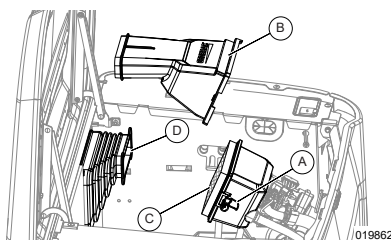
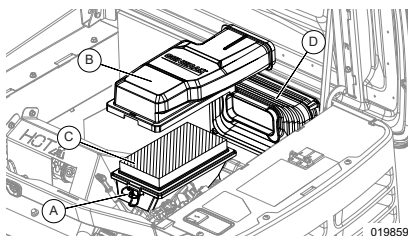

Figura 4-4. Mantenimiento del filtro de aire (10 kW)
Figura 4-5. Mantenimiento del filtro de aire (14-28 kW)
5. Consulte Figura 4-4 y Figura 4-5. Retire los sujetadores de la cubierta (A) y la cubierta del filtro de aire (B).